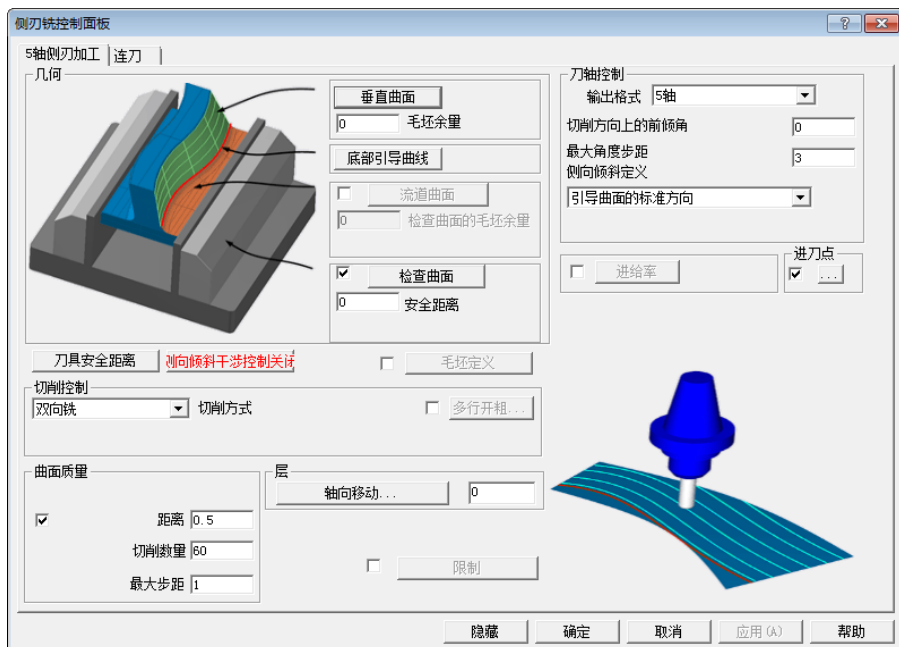

图 5-146 “侧刃铣控制面板”对话框 (1)
3) 单击“刀路轨迹”后的“进入”按钮，弹出“侧刃铣控制面板”对话框，设置参数如图 5-146 所示。